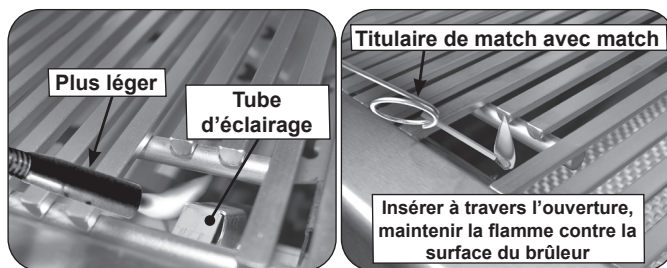

Fig. 38-2 Allumage manuel
2. Insérez soit un brûlant long baril briquet au butane, un match à longue tige de brûlure, ou une allumette en feu détenues par un titulaire d'extension de fil À travers les grilles de cuisson du brûleur (Fig. 38-2). Pour backburners, maintenez la flamme contre le matériau perforé de la veilleuse.